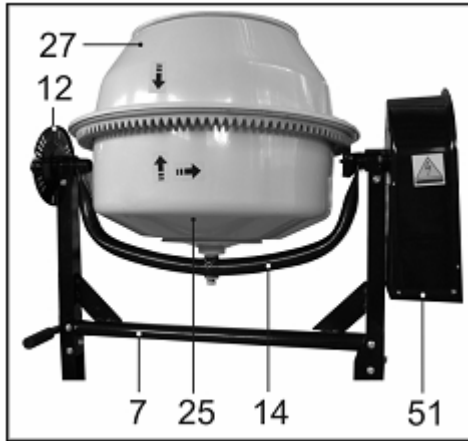

Рис.3.
6.7. Установите через прокладку (26) верхнюю часть ёмкости (27) на нижнюю часть (25), совместив вертикальные стрелки-маркеры на частях ёмкости (Рис. 3) и закрепите ее винтами (28) с шайбами (29).
Рис.3а.
Рис.3б.
6.8. Винтами (31) с шайбами (3) и гайками (4) закрепите лопасти (30) к верхней части емкости (27). На Рис.3б показана правильно установленная лопасть (30).
6.10. Установите на скобу (14) внутренний кожух электродвигателя (51) и закрепите 2 болтами (13) с шайбами и гайками (3) и (4), как показано на Рис. 3.